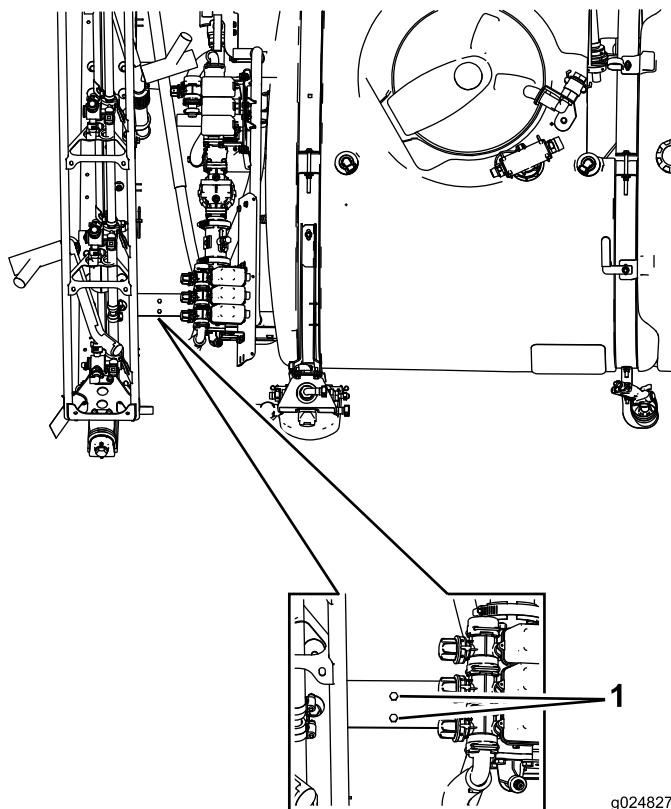

Figura 19
1. Usando una broca de 1/4 pulgada, perforo 2 taladros en el bastidor (Figura 19).